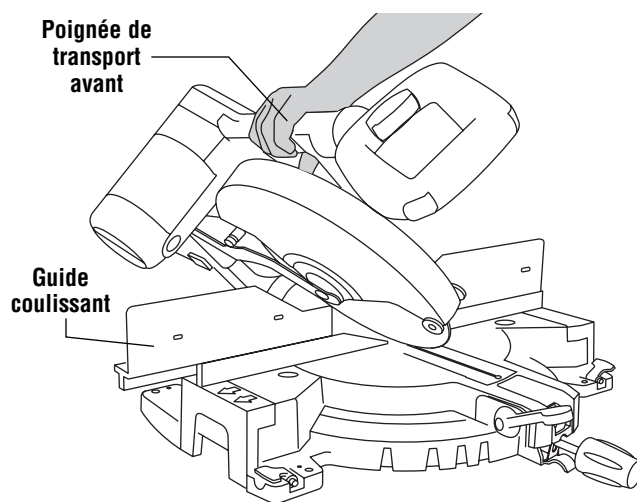

Figure 2.
- a. Déployez le guide coulissant gauche pour faire de la place pour l'ensemble de la scie et bloquez-le (Figure 2).
- c. Saisissez la poignée de transport avant de la main droite et inclinez la tête de la scie pour l'amener à l'angle désiré (Fig. 2).
- a. Déployez le guide coulissant droit pour faire de la place pour l'ensemble de la scie et bloquez-le (Figure 2).
- c. En vous tenant debout à droite de la scie, saisissez la poignée de transport avant de la main droite et inclinez la tête de la scie légèrement vers la gauche tout en tournant le bouton de sélection de la plage d'inclinaison de la main gauche pour le mettre à la position « 0°- 45° à droite » (Figure 2).
- a. Déplacez le guide coulissant gauche ou droit pour faire de la place pour l'ensemble de la scie et bloquez-le (Figure 2).
- c. En vous tenant debout à droite de la scie, saisissez la poignée de transport avant de la main droite et inclinez la tête de scie légèrement vers la gauche tout en tournant le bouton de sélection de la plage d'inclinaison de la main gauche pour le mettre à la position « plage maxi » (Figure 2).